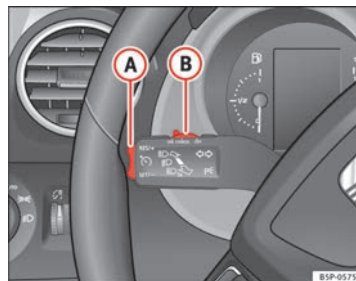

Fig. 151 Palanca de intermitentes y de luz de carretera: mando y tecla basculante para el regulador de velocidad
- Presione la parte superior de la tecla basculante **RES/+** → fig. 151 **A** para aumentar la velocidad. El vehículo acelerará mientras mantenga la tecla presionada. Al soltar la tecla quedará memorizada la nueva velocidad.
Si se reduce la velocidad programada pisando el pedal del freno, se desactiva el regulador de velocidad. Si quiere activar de nuevo el regulador, bastará con presionar una vez la parte superior de la tecla basculante **RES/+** ⇒ fig. 151 **A**.